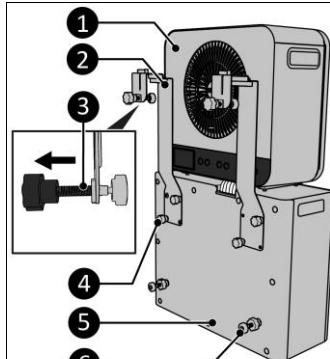

Abbildung 7
2. Platzieren Sie das Innengerät (Abbildung 7, Pos. 1) locker auf dem Außengerät (Abbildung 7, Pos. 5).
3. Entfernen Sie die vier Schraubkappen (Abbildung 7, Pos. 4).
4. Befestigen Sie die beiden unteren Caravan-Halterungen (Abbildung 7, Pos. 2) an der Außeneinheit, indem Sie zwei Schrauben pro Halterung festziehen (Abbildung 7, Pos. 4).
5. Achten Sie darauf, die Einstellschrauben (Abbildung 7, Pos. 3) so weit wie möglich herauszudrehen.
6. Befestigen Sie die Abstandshalter (Abbildung 7, Pos. 6) an der Außeneinheit (Abbildung 7, Pos. 5).
14. Stellen Sie sicher, dass das Außengerät waagerecht steht, indem Sie die Abstandsschrauben (Abbildung 7, Pos. 6) einstellen.